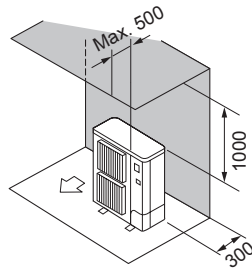

Fig. 2-7
- ② Enbart hinder på baksidan och ovsidan (Fig. 2-7)